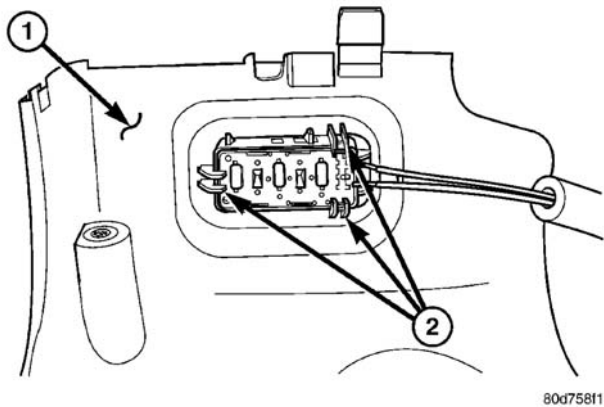

图 9 踏板开关保持器
(9) 按压可调整踏板开关后部的保持器，然后从下护罩上拆下开关（图 9）。
- (1) 将可调整踏板开关线束穿过下护罩上的安装孔。
- (2) 使开关固定器与安装孔上的槽口对齐，将开关卡到合适位置（图 9）。